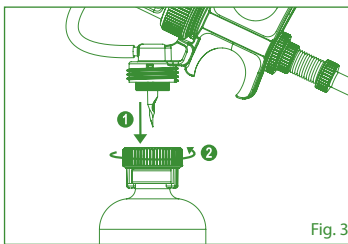

Fig. 3
3. Holding syringe upside down, pierce septum with needle. Screw the lock back on (Fig. 3). Do not over-tight- risk of valve cartridge damage.
3. Halten Sie die Spritze kopfüber, durchstechen Sie das Septum mit der Nadel und schrauben Sie den Verschlussring wieder fest (Abb. 3). Überdrehen Sie nicht – Risiko einer Beschädigung der Ventilkartusche.
3. En tenant la seringue à l'envers, percez le septum avec l'aiguille et revissez la fixation (Fig. 3). Ne pas trop serrer – risque de dommage à la cartouche de soupape.